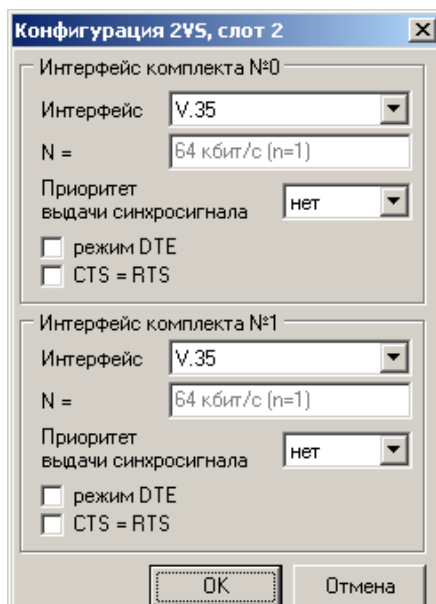

Рисунок 10
- щелкнуть правой кнопкой мыши на изображении нужной платы 2VS и выбрать из контекстного меню пункт «*конфигурация платы*», после чего появится окно конфигурации (рис. 10);